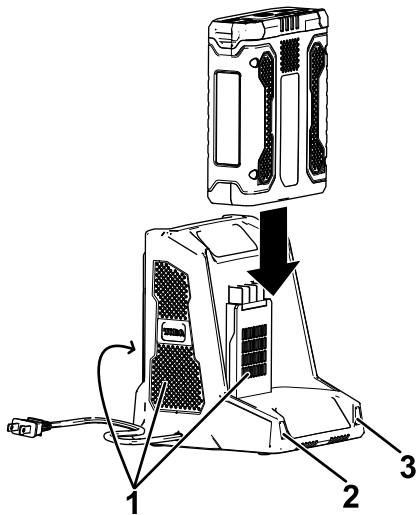

Bild 9
- Schieben Sie das Akkupack in das Ladegerät, bis es einrastet (Bild 9).